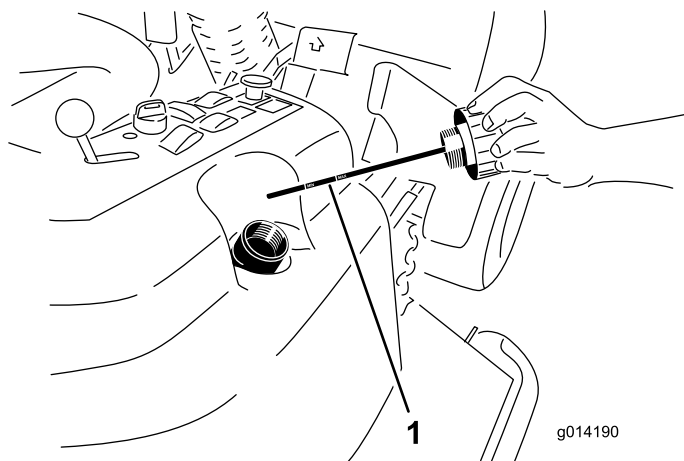

図 52
- 油圧オイル給油口からキャップ 図 52 を取る。
- ディップスティックを抜きウェスで一度きれいに拭く(図 52)。
- もう一度首まで完全にねじ込んでから抜き、オイルの量を点検する 図 52。